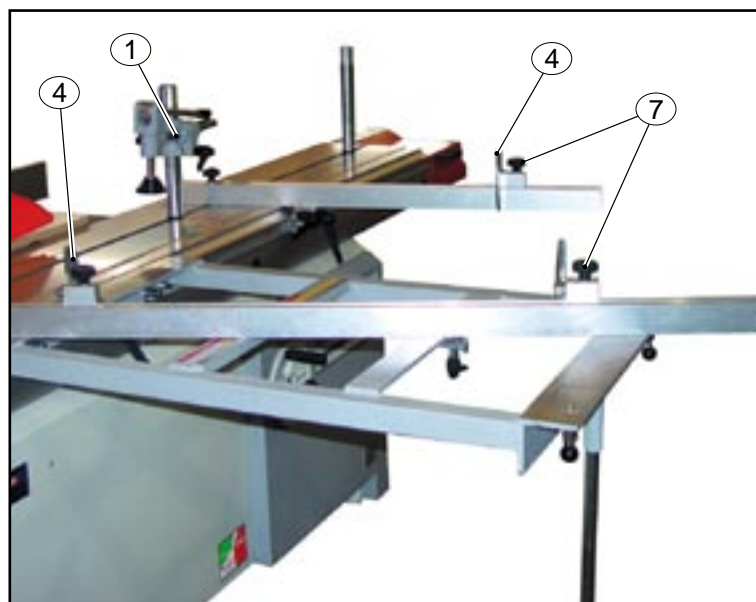

Fig. 6.5
6.5 LAVORAZIONE DI TAGLIO (TRONCATURA) FIG. 6.5